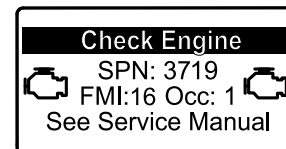

Figure 42
- Si une régénération en stationnement est nécessaire, l'InfoCenter affiche l'avertissement SPN 3719, FMI 16 (Figure 42) et l'ordinateur du moteur réduit la puissance du moteur à 85 %.